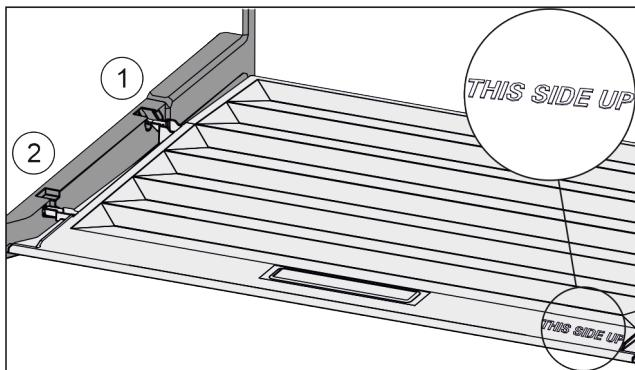

Fig. 33
- Výstupky veka zavedťte cez otvor zadného držiaka Fig. 33 (1) a zaistite vpred v držiaku Fig. 33 (2).